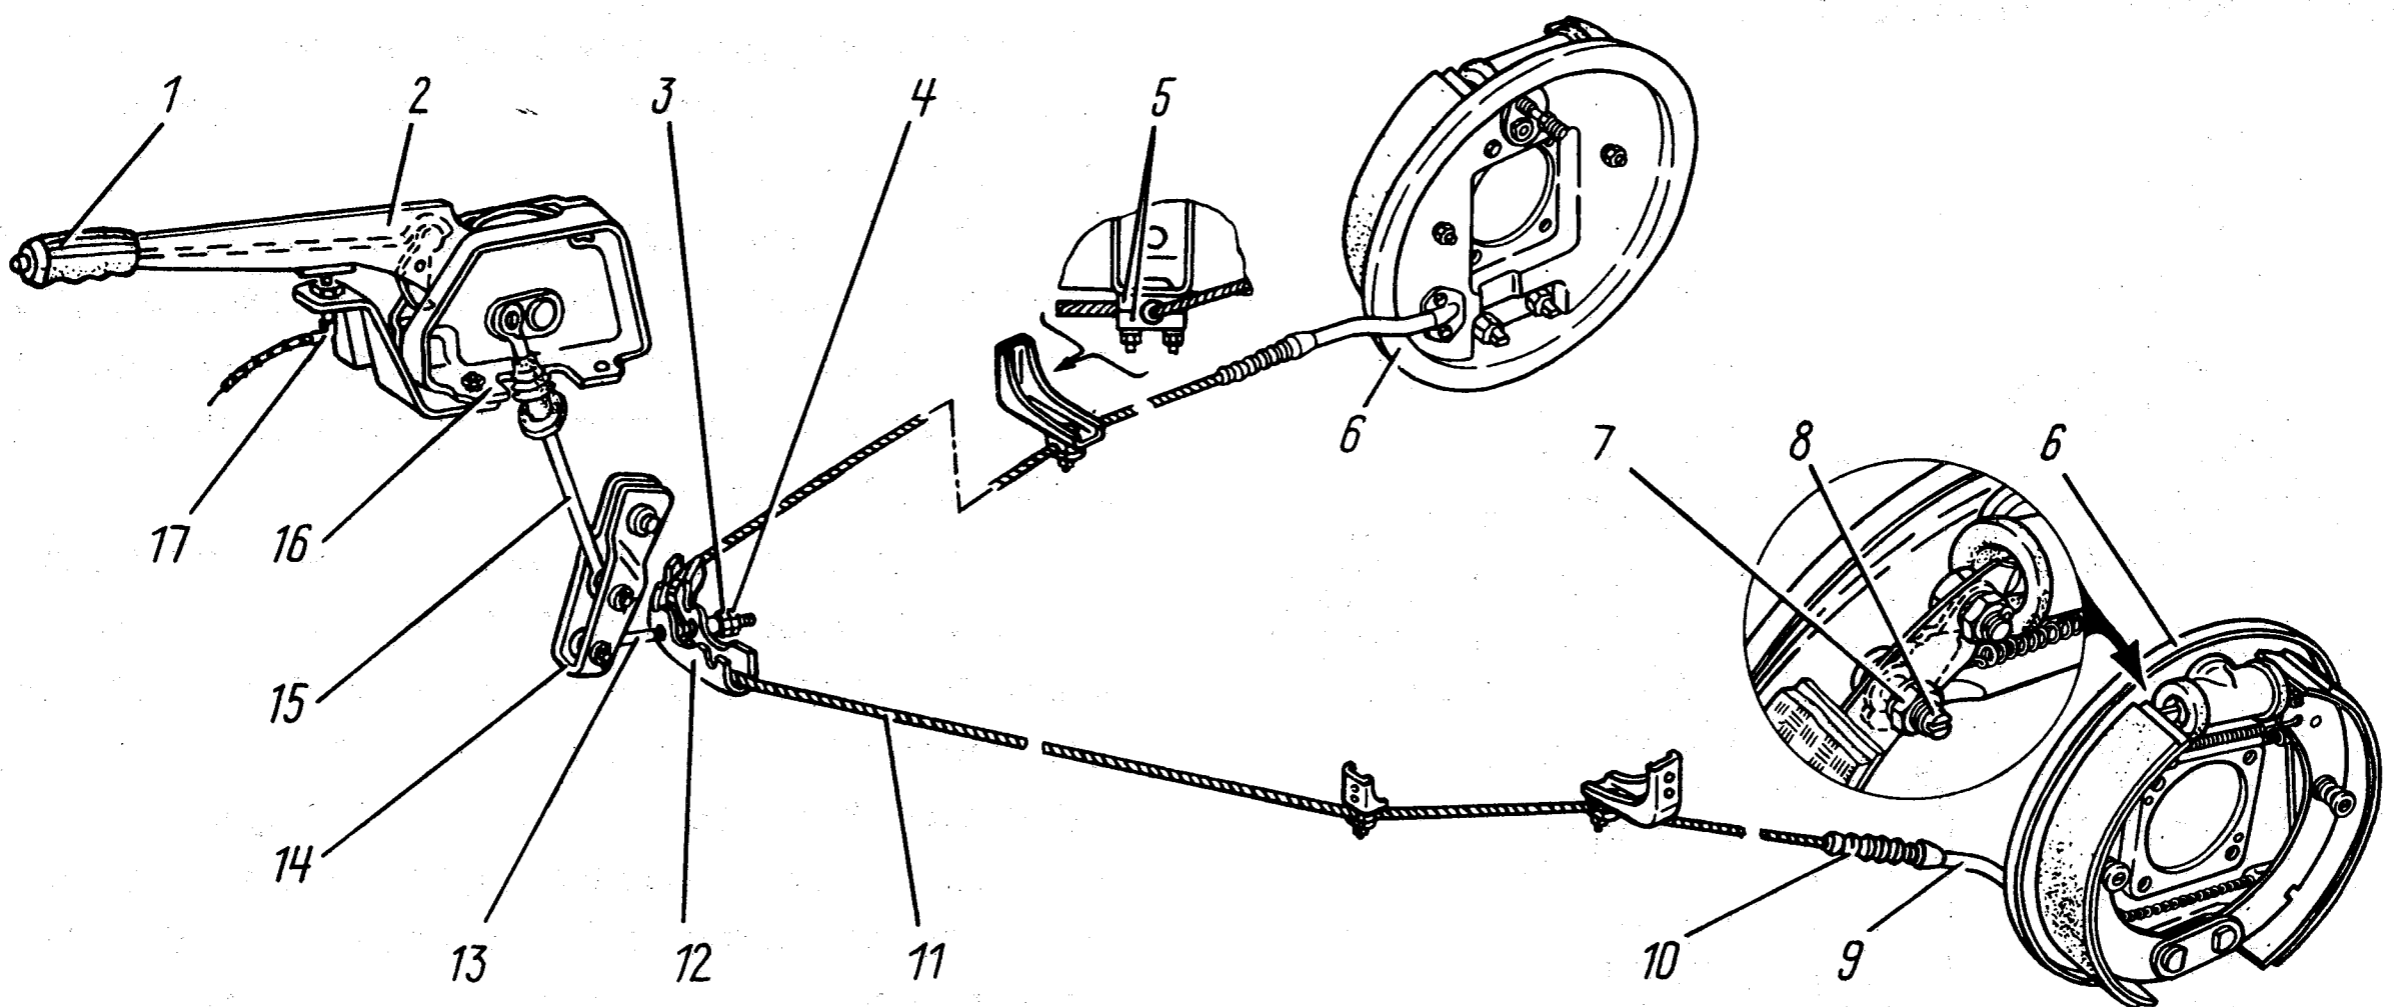
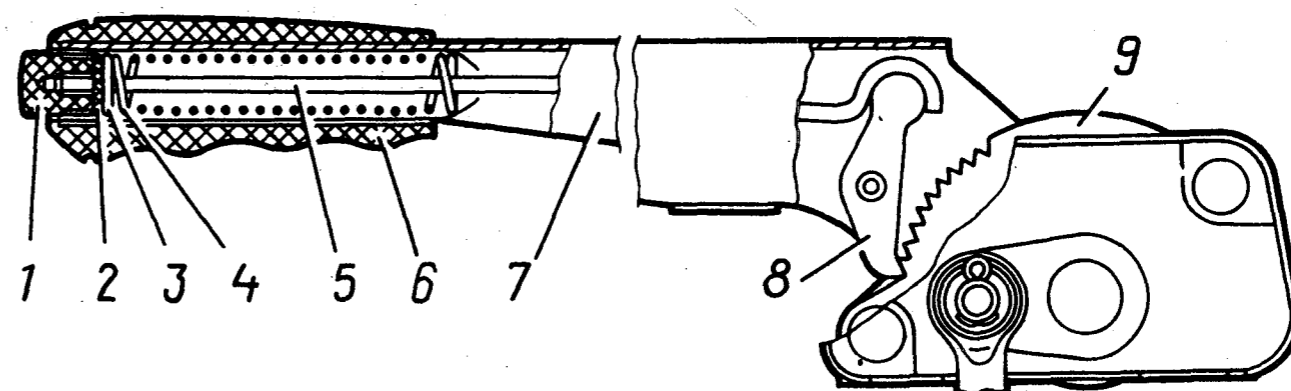

Рис. 185. Стояночный тормоз:
Рис. 186. Рычаг стояночного тормоза:
Стояночный тормоз действует на задние тормозные механизмы. Кронштейн 16 (рис. 185) с рычагом 2 привода стояночного тормоза крепится четырьмя болтами к переходному кронштейну, который приварен к передней панели пола. При перемещении рычага стояночного тормоза вверх тяга 15 поворачивает рычаг 14, на нижнем конце которого шарнирно закреплена тяга 13 уравнителя.
3 соединен с передней колодкой 6 заднего тормоза. Рычаг 7 (рис. 186) удерживается в поднятом положении при помощи храпового механизма, состоящего из собачки 8 и зубчатого сектора 9. При этом выключатель 17 (см. рис. 185) включает на комбинации приборов красную контрольную лампу.
Для возвращения рычага в исходное положение следует, преодолевая сопротивление пружины 4 (см. рис. 186), утопить кнопку 1. При этом тяга 5 повернет на своей оси собачку 8. Собачка выйдет из зацепления с зубчатым сектором 9 и рычаг 7 сможет опуститься в первоначальное положение, утопив в конце своего хода кнопку электрического выключателя. На панели приборов включится контрольная лампа.
1. Снимите трос 11 (см. рис. 185) с уравнителем 12, для чего отверните гайку 3 и контргайку 4. Рычаг 2 должен быть при этом в опущенном состоянии.